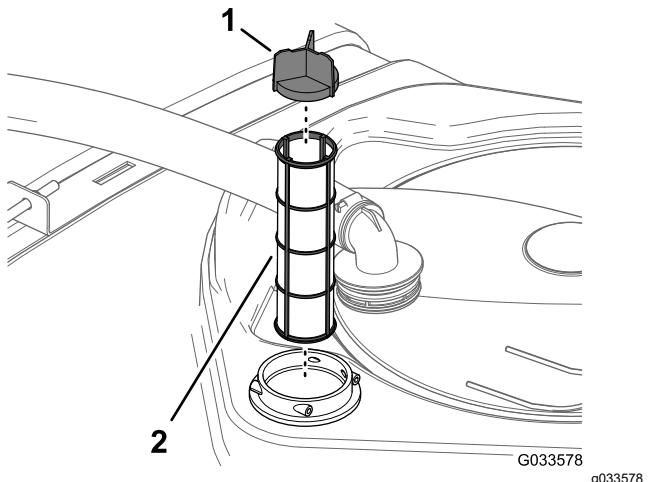

Bild 43
4. Ziehen Sie das Saugsieb aus dem Filtergehäuse im Behälter (Bild 43).